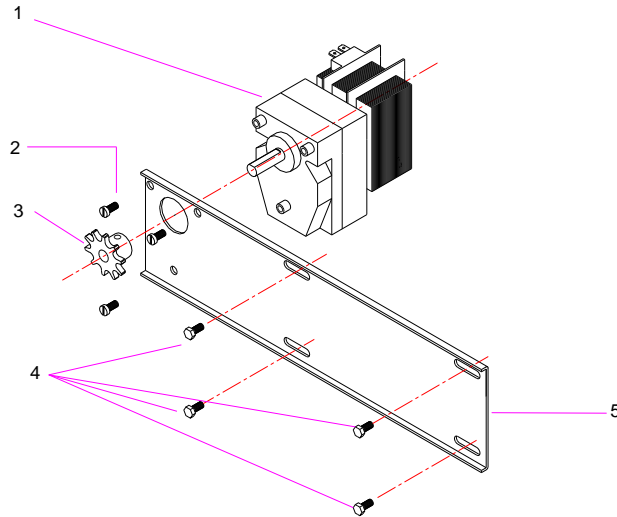

Fig. 10
- Aflojar los tornillos (4) Fig 10, para extraer la cadena que une el piñón (3) con el eje de primera espada.
- Una vez extraída la cadena soltar totalmente los tornillos (4) para sacar el soporte de motor (5) junto con el motorreductor.
- Aflojar el tornillo que fija el piñón (3) al eje del motorreductor para extraerlo del eje, suelte totalmente los tornillos (2) para desmontar el motorreductor del soporte.